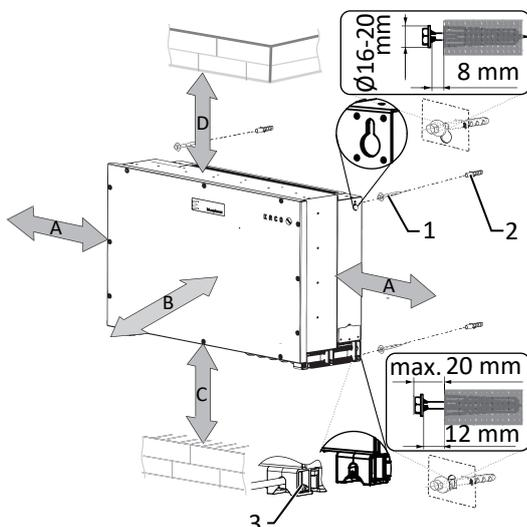

Abb. 18: Wandmontage
2. Gerät über die hinteren Schlüssellöcher in die 4 Befestigungsschrauben für Wand- / Montagegestell einhängen. Sicherstellen dass alle Schrauben in Aufnahmen sitzen, sodass Gerät bündig mit der Rückseite an der Wand- / Montagegestell anliegt ([Siehe Abbildung 18 ▶ Seite 18]).
3. Beiliegenden Sicherungsschraube in die Bohrung des Standfuß / Haltegriff einsetzen und mit der Mutter absichern. ([Siehe Abbildung 18 ▶ Seite 18]).
4. Optional: Eigenes Sicherheitsschloss an vorgesehene Bohrung in Standfuß / Haltegriff einsetzen und gegen Ausheben verriegeln. ([Siehe Abbildung 18 ▶ Seite 18]).